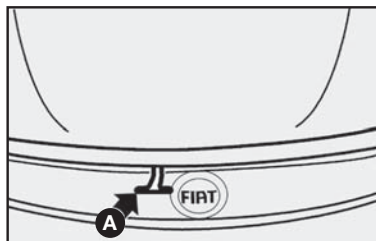

fig. 73
- 2) puxar a trava **A**-fig. 73;